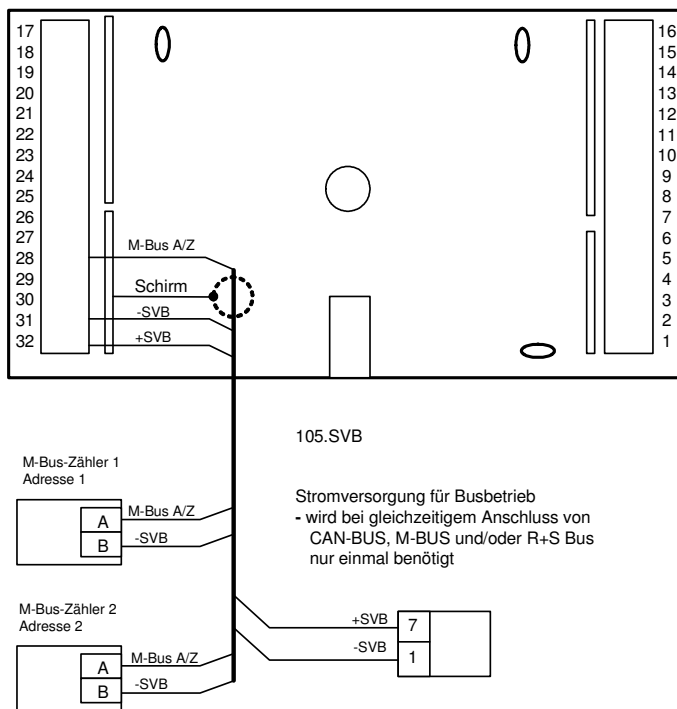

Abb. 21: Anschluss M- Bus- Zähler
- Die M-Bus-Zähler müssen mit 1 und 2 adressiert sein (bei der Bestellung angeben, siehe Abb. 21).